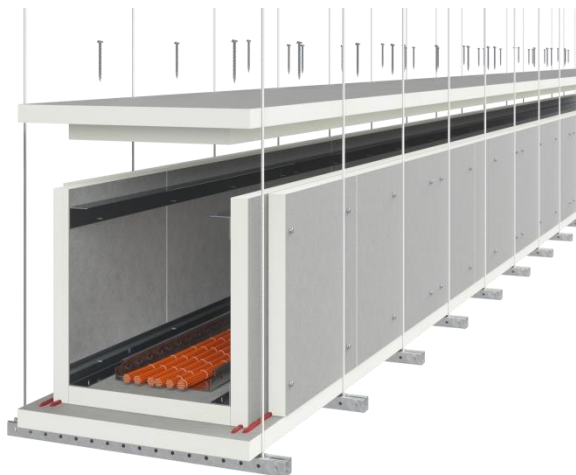

Рисунок 6 Крепление примыкающей стенки из плит к уголку при помощи саморезов
- закрепить примыкающую стенку из плит к уголку при помощи саморезов со сверлом необходимой длины с шагом не более 250 мм (рис. 6); по аналогии закрепить оставшиеся стенки.